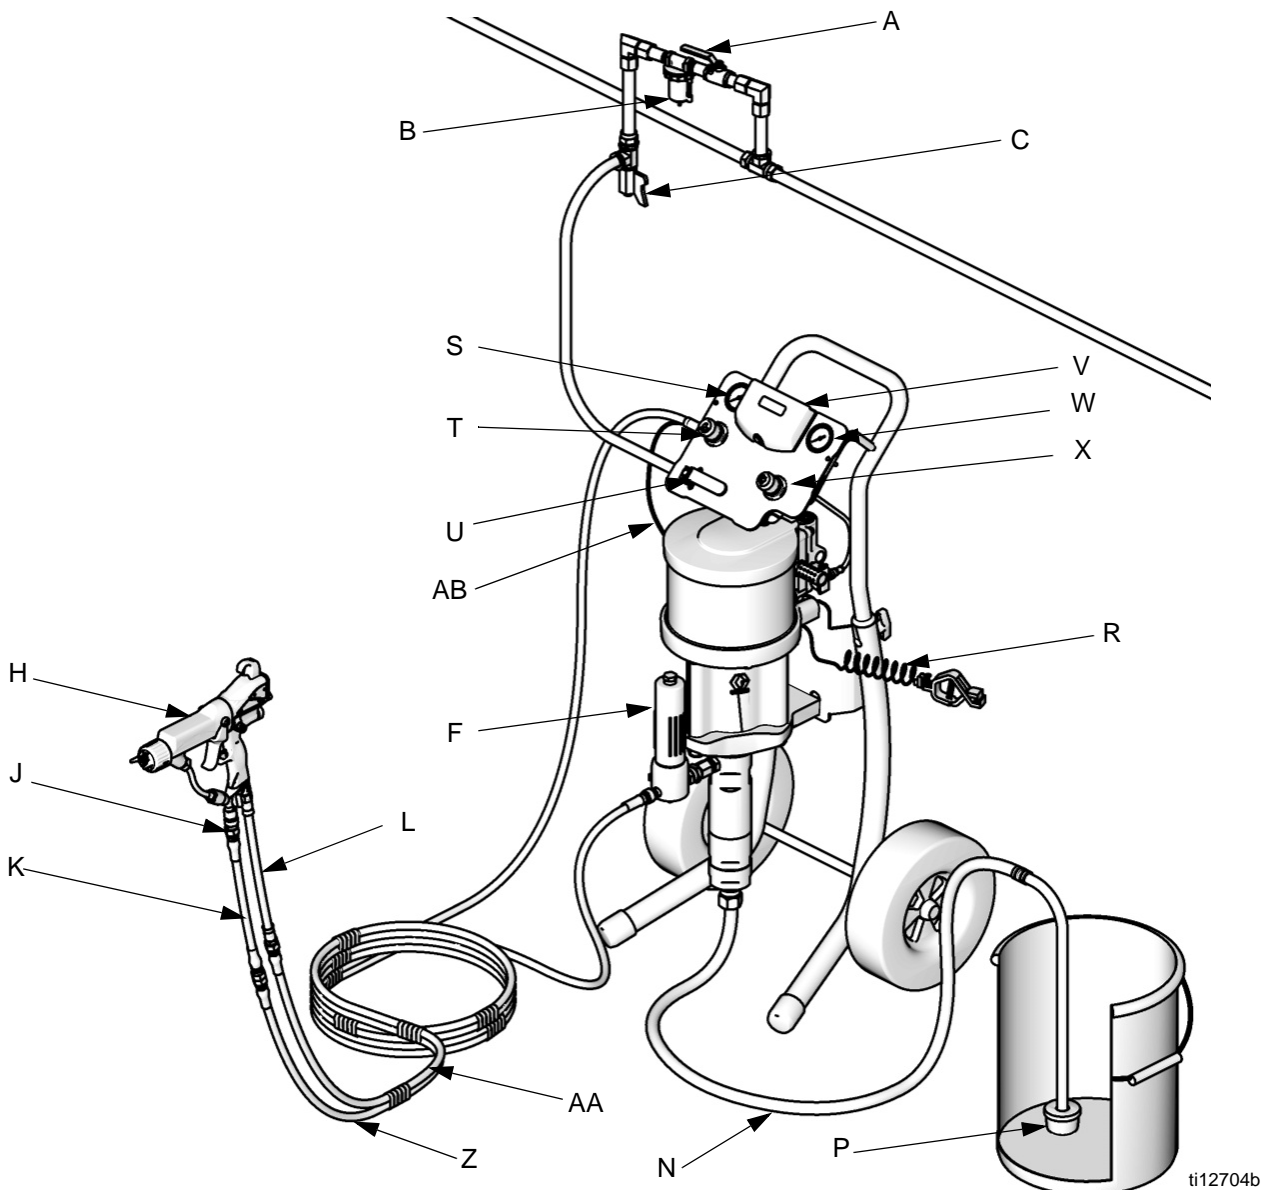
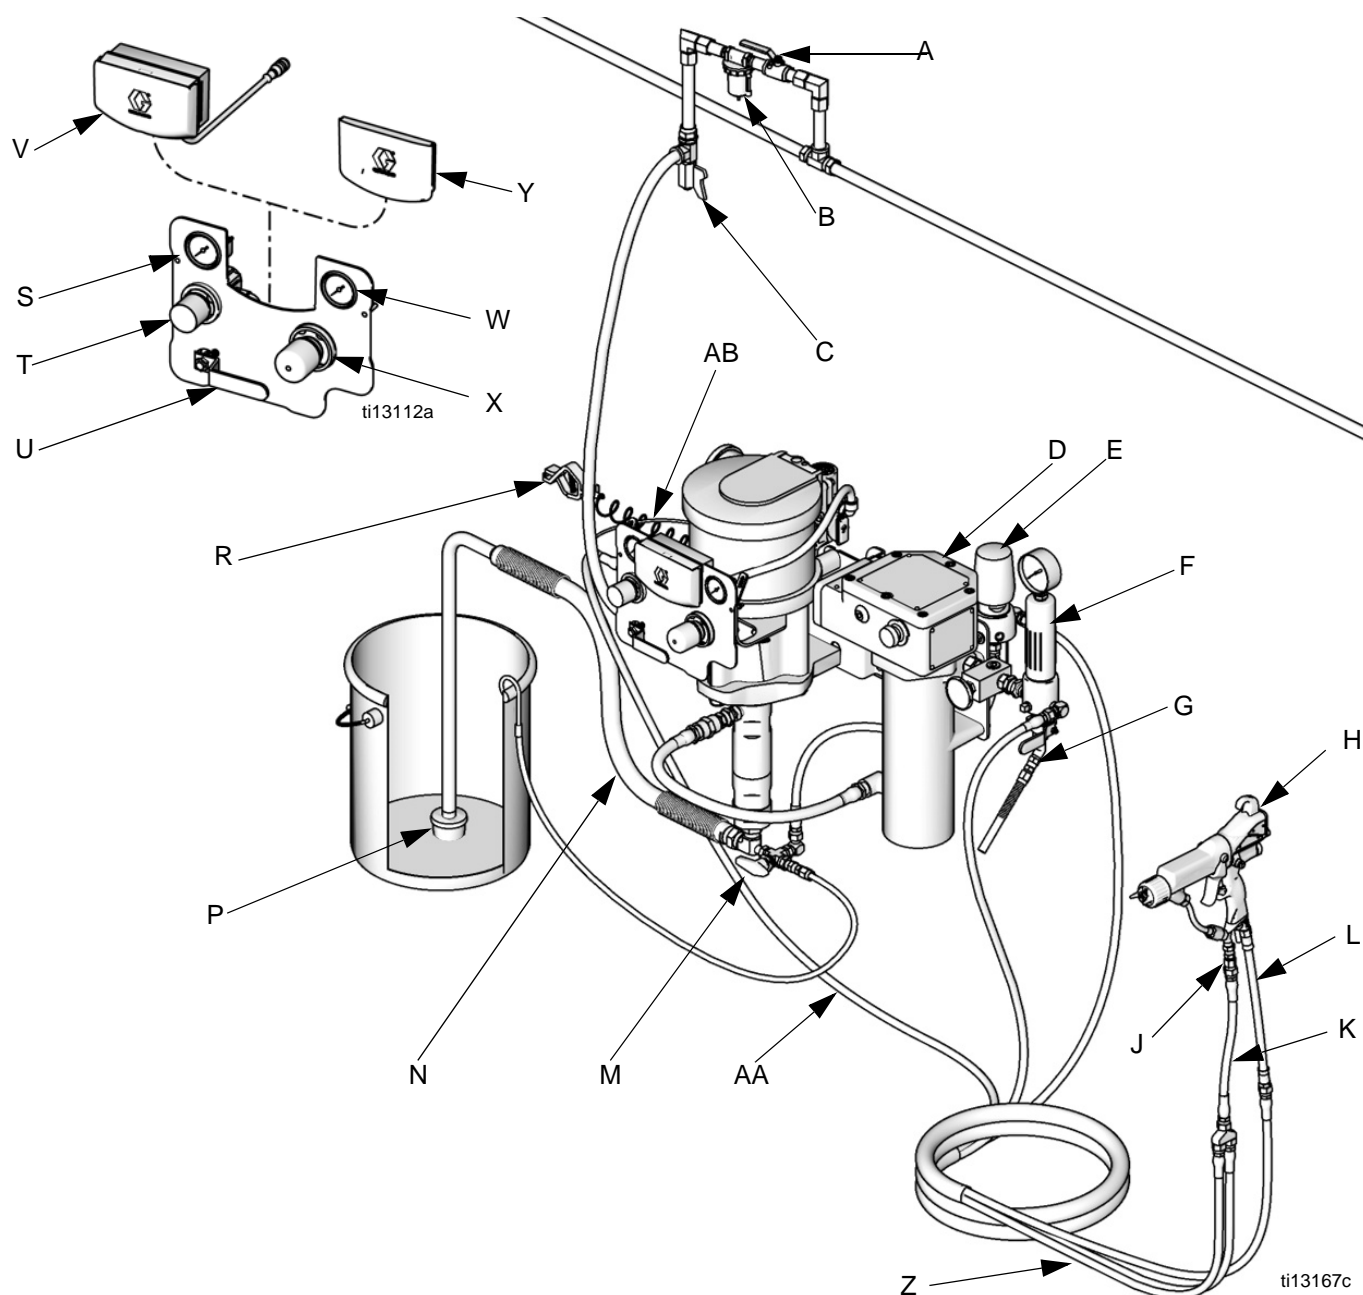

FIG. 1. Voorbeeldinstallatie, omgeving, model G30C76 afgebeeld.
FIG. 2. Voorbeeldinstallatie, verwarmd, model G30W86 afgebeeld
- Y Inzetstuk (voor modellen zonder DataTrak), zie FIG. 2
FIG. 1 en FIG. 2 zijn slechts een voorbeeld om te helpen bij het kiezen en installeren van systeemcomponenten en toebehoren. Neem contact op met uw Graco-leverancier voor hulp bij het ontwerp van een systeem dat precies is ontworpen voor uw specifieke behoeften.
Zie FIG. 1 of FIG. 2. **De onderdelen kunnen per besteld pakket variëren.** Zie de tabellen op pagina 9 tot 13. Uw pakket kan de volgende onderdelen bevatten: